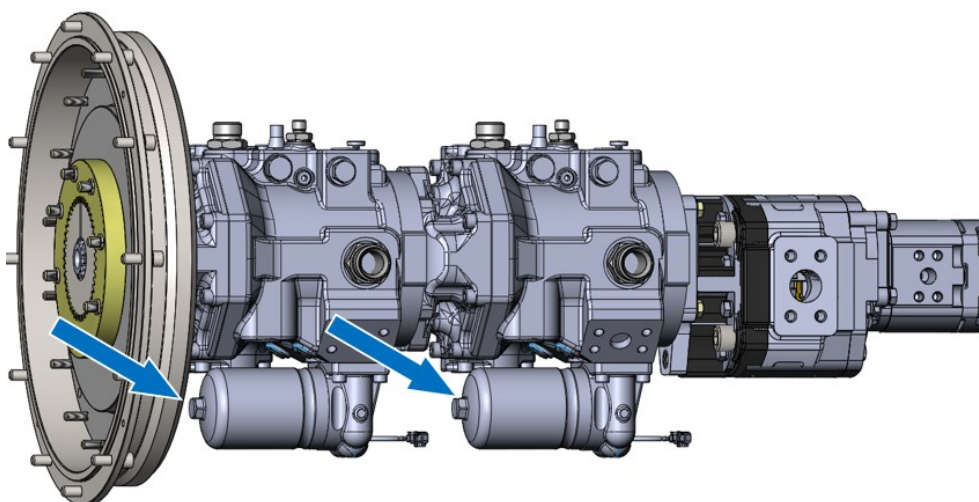

Рисунок 5.83. Замена фильтров в линии подпитки насосов A4VG110
- ▶ Последовательно открутить корпуса фильтров, рис. 5.83 показано стрелками (подставить подходящую емкость по объему под фильтры для сбора вытекающего масла).
- ▶ Последовательно закрутить корпуса фильтров, рис. 5.83.